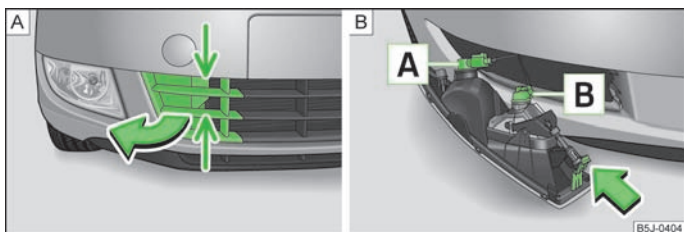

Abb. 147 Vorderer Stoßfänger: Schutzgitter / Ausbau des Nebelscheinwerfers
Glühlampenordnung » Abb. 147.
- Das Schutzgitter an den mit Pfeilen gekennzeichneten Stellen fassen » Abb. 147 - **A** und die Abdeckkappe herausnehmen.
- Die Hand in die Öffnung im Schutzgitter führen und die Rastnase » Abb. 147 - **B** in Pfeilrichtung drücken.